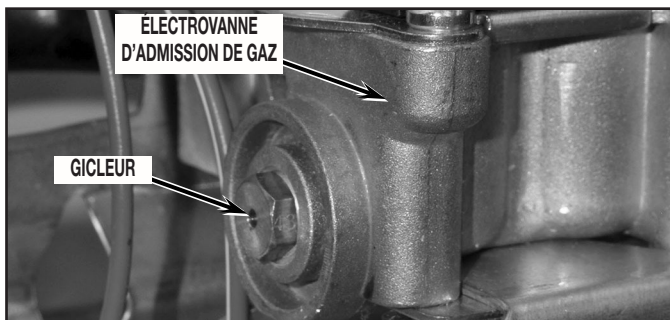

FIGURE 3
- Démonter le gicleur du brûleur de l'électrovanne d'admission de gaz, et installer à la place le gicleur approprié fourni dans cet ensemble. Le numéro du gicleur est gravé sur un pan de la tête hexagonale du gicleur. Veiller à bien serrer. Voir Figure 3.